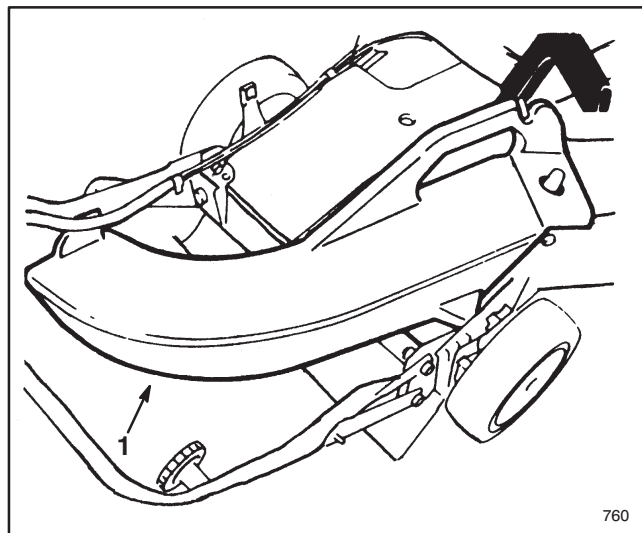

Abbildung 34
1. Seitlicher Auswurf, Modell-Nr. 59110—In wenigen Sekunden zu montieren. Wird hinten anstelle des Grasfangsacks montiert. Dient zum Verteilen von zerkleinertem Gras, während Sie auf beiden Seiten nachschneiden (Abb. 34).